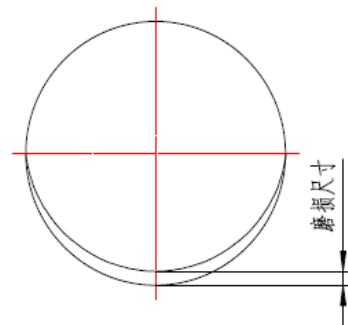

图 8 径向磨损示意图
- b 检查柱塞径向磨损 (图 8), 最大允许磨损深度为 0.5mm, 且磨损范围在圆周表面不超过 180 度; 若磨损超过 0.5mm, 须更换柱塞;
- c 检查顶杆 (图 8) 径向磨损, 最大允许磨损深度为 0.3mm, 若磨损超过 0.3mm, 须更换柱塞组件;